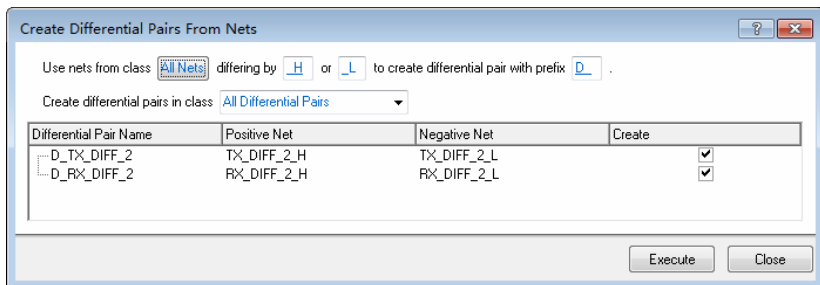

图 14-28 从网络创建差分对
(1) 打开随书电子资源中的 Differential_Pair.PrjPcb 工程, 双击其中的 Differential_Pair. PcbDoc 文档进入 PCB 编辑环境。
(2) 打开 PCB 面板, 进入差分对编辑器, 单击 PCB 面板的 Create From Nets 按钮, 打开如图 14-28 所示的对话框。